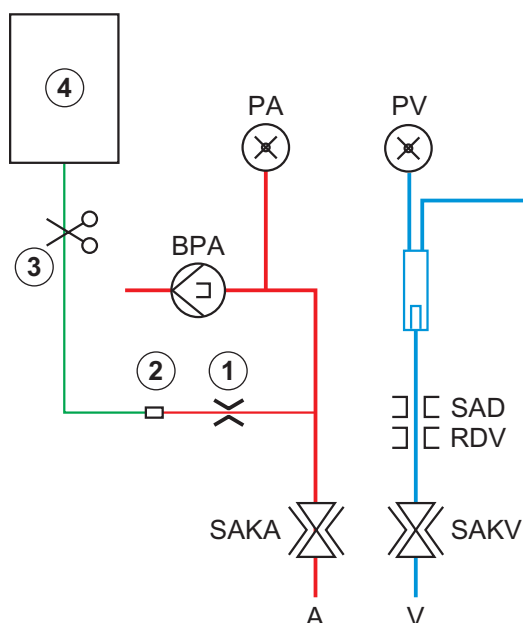

Рис. 6-10 Настройка артериального болюса
При использовании аппарата HD инфузионная трубка должна быть подключена к мешку с NaCl с помощью Y-образного соединителя системы кровопроводящих магистралей (см. Рис. 6-10 Настройка артериального болюса (155)).
При использовании аппарата для HDF болюс может подаваться с помощью субституата через насос субституата (см. Рис. 6-10 Настройка артериального болюса (155)). Магистраль замещающего раствора должна быть подсоединена к порту замещающего раствора.
3. Прикрепите инфузионный мешок, содержащий физиологический раствор (Рис. 6-10, ④), к инфузионной стойке.